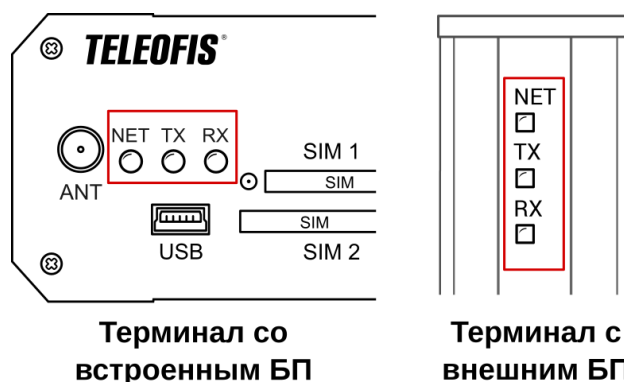

Рис. 12. Индикаторы NET, RX, TX.
- NET, RX, TX — индикаторы для отображения регистрации терминала в сети и установки соединения с сервером (Рис. 12).** В терминалах с питанием от внешнего блока индикаторы вынесены на боковую часть корпуса, а в приборах со встроенным блоком питания — размещены на передней панели.